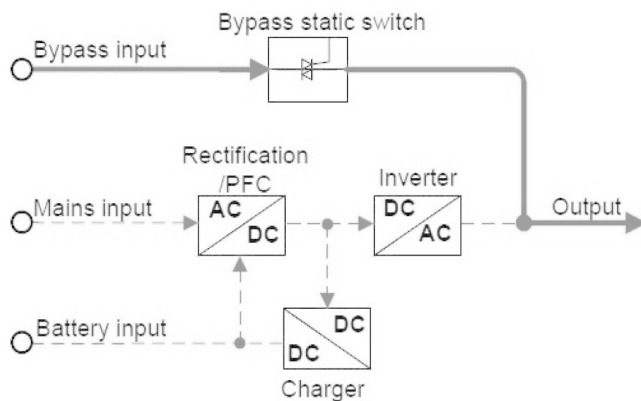

Рис.8 Работа ИБП в режиме Байпаса
**Режим Байпаса** представлен на рис.8